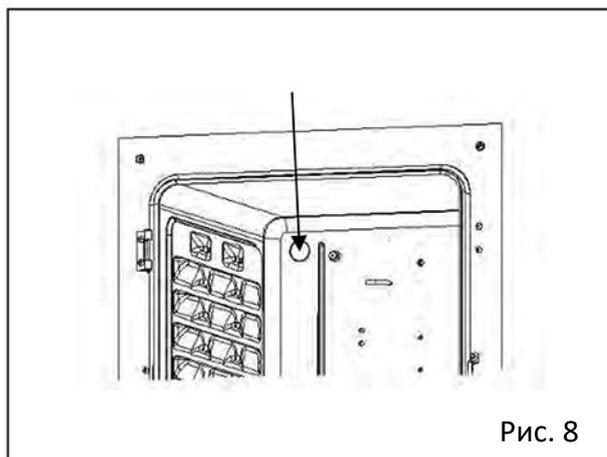
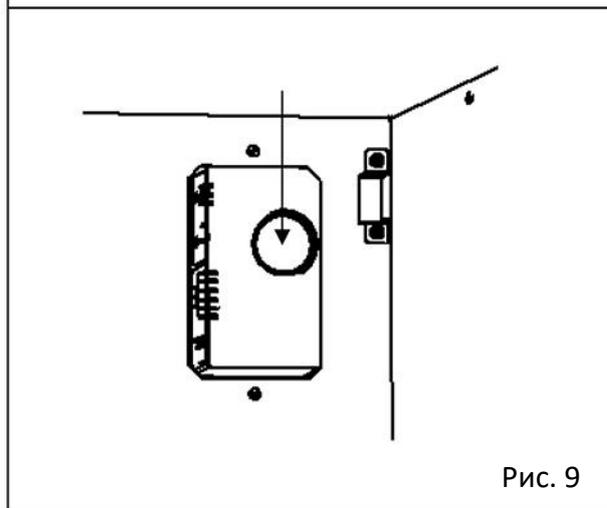

Рис. 8
Рис. 9
9. Снимите силиконовые колпачки с каждого из портов доступа, с внутренней (Рис. 8) и внешней стороны (Рис. 9).